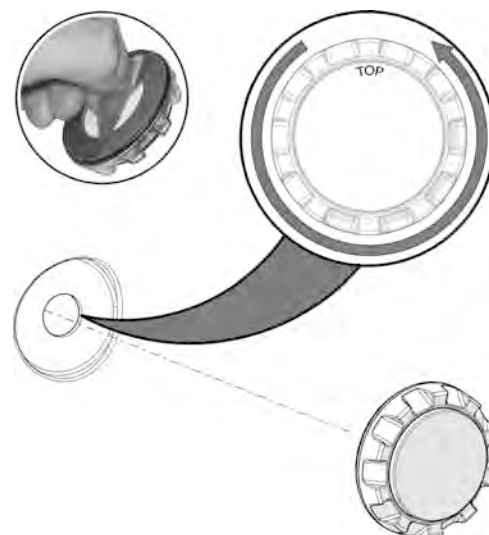

Abbildung 456. Entfernen Sie das Schutzband und drehen Sie die Beleuchtung/ den Blinker bis der Text „TOP“ gerade nach oben weist.
2. Drehen Sie Beleuchtung oder Blinker so lange, bis der Text TOP gerade nach oben weist. Positionieren Sie den Blinker auf der hinteren Abdeckung. Drücken Sie sie gegen die hintere Abdeckung, bis das Doppelklebeband auf der Abdeckung klebt. Siehe Abb. 456.